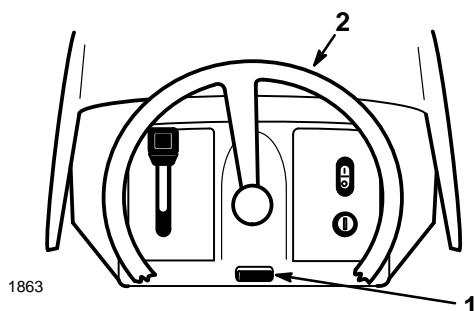

Figure 4
1. Enfoncer le bouton d'inclinaison (Fig. 4).